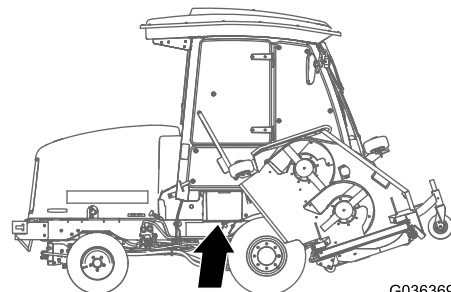

Figure 53
1. Ouvrez le couvercle de la batterie sur le côté du carénage (Figure 53).
Remarque: Appuyez sur la surface plate au-dessus du couvercle de batterie pour faciliter la dépose du couvercle (Figure 53).